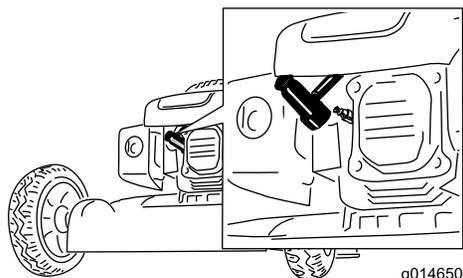

Figure 39
2. Débranchez la bougie (Figure 39) avant de procéder à un quelconque entretien.